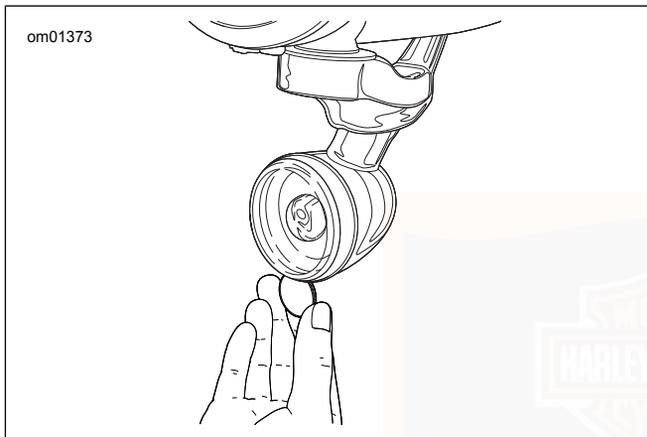

Abbildung 49. Kerbe in der Streuscheibe
1. Siehe Abbildung 49. Eine Münze oder die Klinge eines kleinen Schraubendrehers in die Kerbe an der Unterseite der Streuscheibe einsetzen. Die Münze vorsichtig drehen, bis der Streuscheibendeckel aus dem Blinkergehäuse herauspringt.